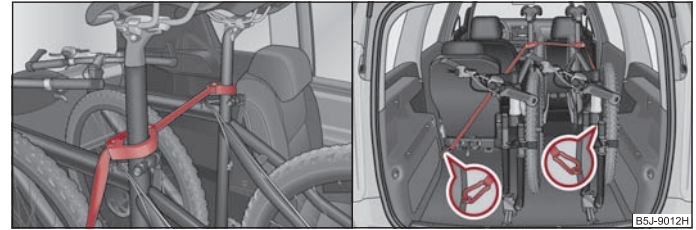

Fig. 69 Asigurarea bicicletei cu coliere / cu o centură
- Așezați colierul cu partea din cauciuc în față (în direcția de mers) cât mai jos posibil la tija șeii și închideți colierul ⇒ fig. 69.
- În cazul transportării a două biciclete, prindeți centura ⇒ fig. 69 între tijele șeilor.